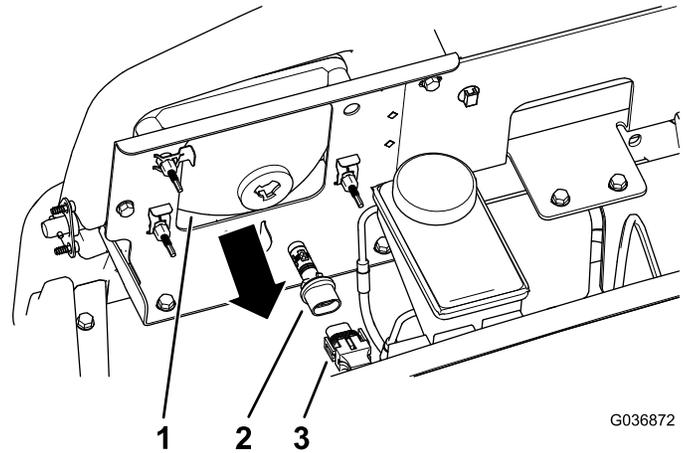

Рисунок 35
3. Отсоедините электрический соединитель жгута проводов от соединителя лампы в сборе в задней части корпуса передней фары (Рисунок 35).
4. Поверните лампу в сборе на $\frac{1}{4}$ оборота против часовой стрелки и одновременно переместите ее назад, чтобы извлечь из корпуса фары (Рисунок 35).
5. Вставьте новую лампу в сборе и корпус фары, совместите выступы в лампе с пазами в корпусе фары (Рисунок 35).
6. Закрепите лампу в сборе, повернув ее на $\frac{1}{4}$ оборота по часовой стрелке (Рисунок 35).
7. Подсоедините электрический соединитель жгута к соединителю нового узла лампы (Рисунок 35).